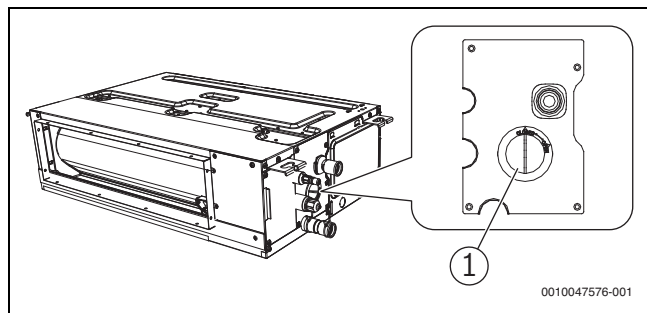

fig. 27
- Hapni kapakun e ujit të provës (→ Fig. 27) në trupin e pajisjes duhet të zhvendoset gjatë provës së shkarkimit për të kontrolluar nëse pompa e shkarkimit është e ndezur dhe nëse ka ndonjë problem me pompën e shkarkimit.